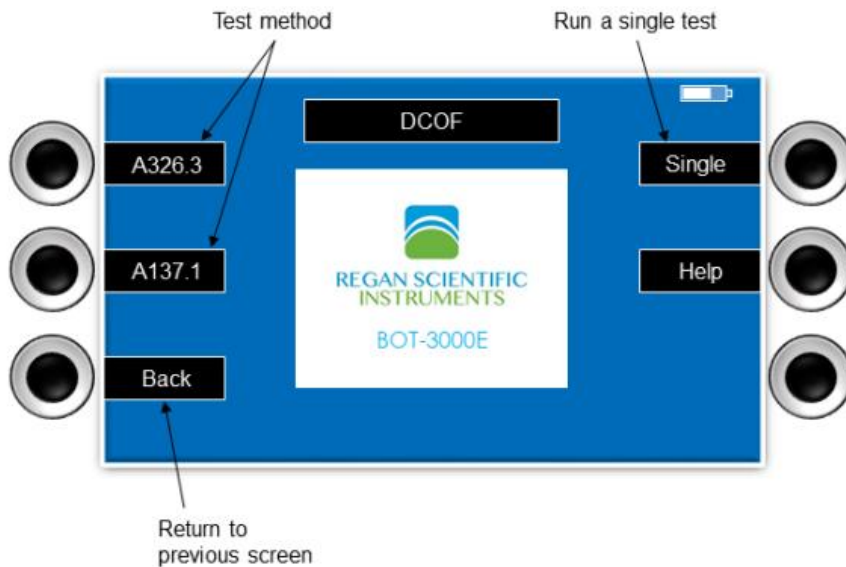

Figure 3
- 5、在动摩擦系数（DCOF）模式下，您可以选择单独执行一次测试，否则选择一种标准测试方法（图 3）。